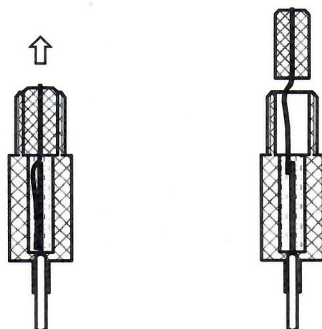

Рис.6
3.1 Извлечь резиновую пробку из корпуса ЭС см. Рис.6.